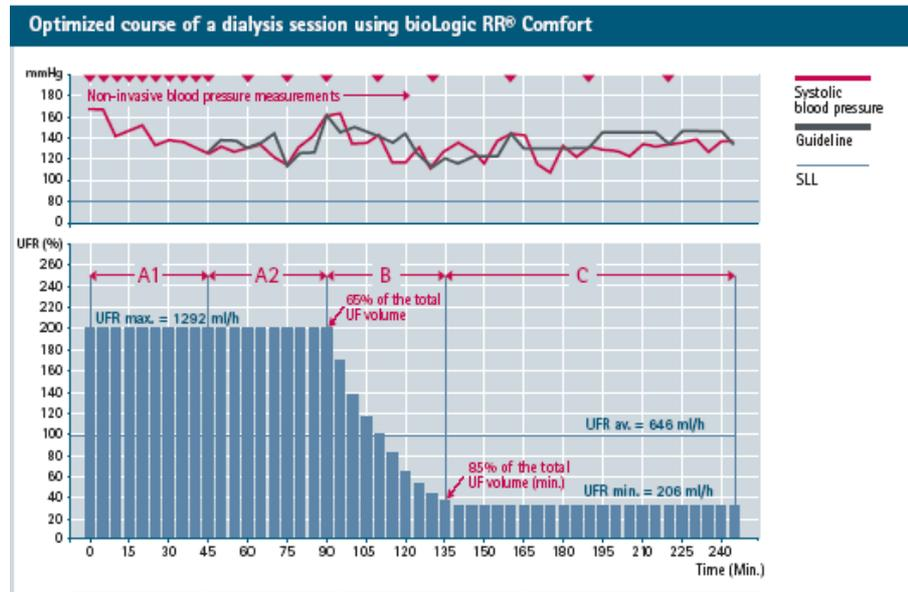

Fig. 11-10 Intervalli di misurazione
Normalmente, la dialisi viene eseguita con un flusso massimo di ultrafiltrazione (UF) fino al raggiungimento di un volume pari al 65%. Il flusso UF viene poi lentamente ridotto fino al raggiungimento dell'85% del nuovo volume UF programmato e rimane basso e costante fino al termine della terapia (Fig. 11-10).